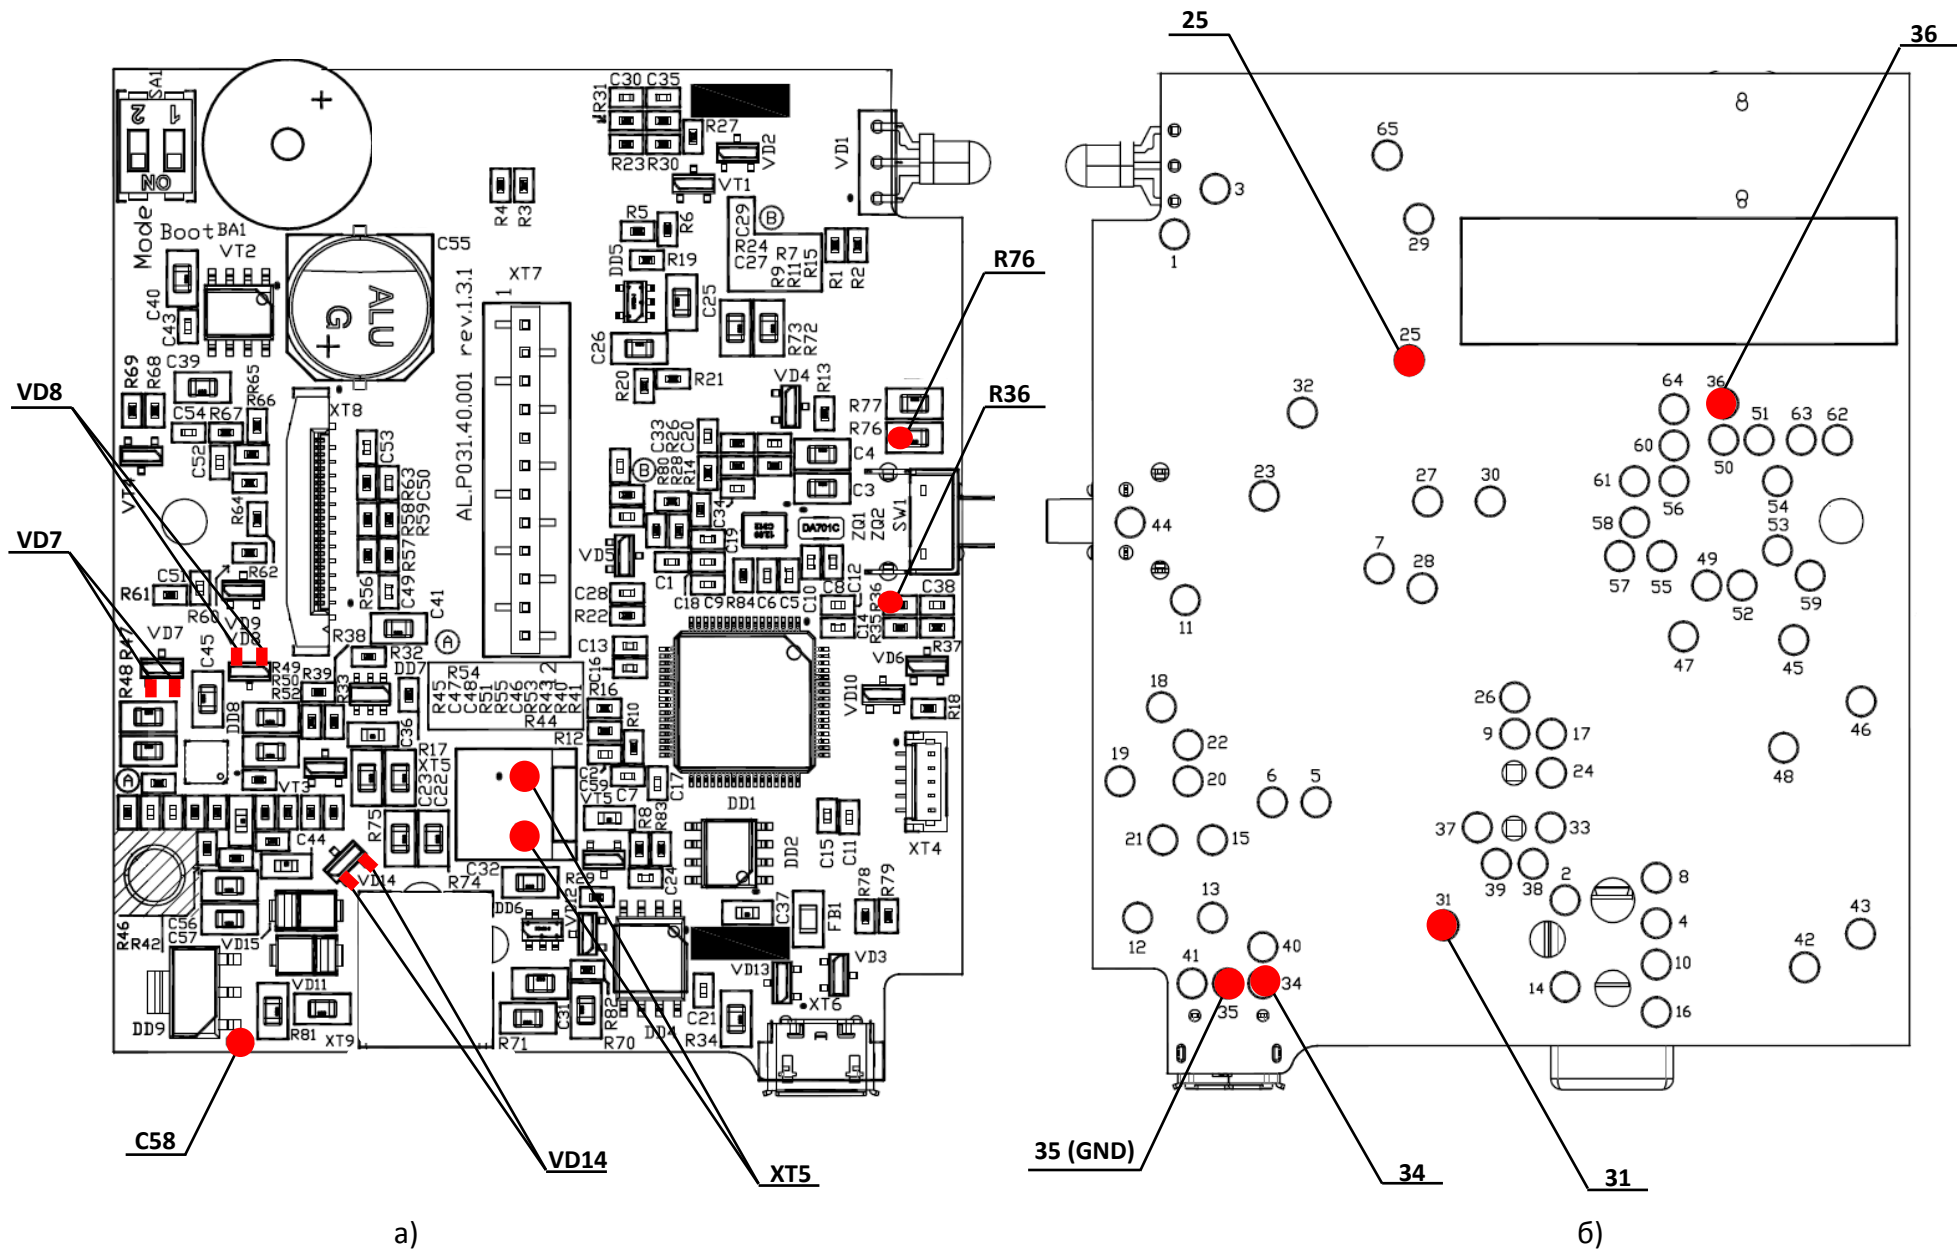

Рисунок 25. Расположение контрольных точек на БУ с АКБ AL.P031.40.000 rev. 1.3.1: а) вид сверху; б) вид снизу
3. Проверить при помощи мультиметра напряжение между контрольными точками **GND** и выводом **34** (см. рисунок 25). Напряжение должно быть в диапазоне **4,8 – 5,2 Вольта**.